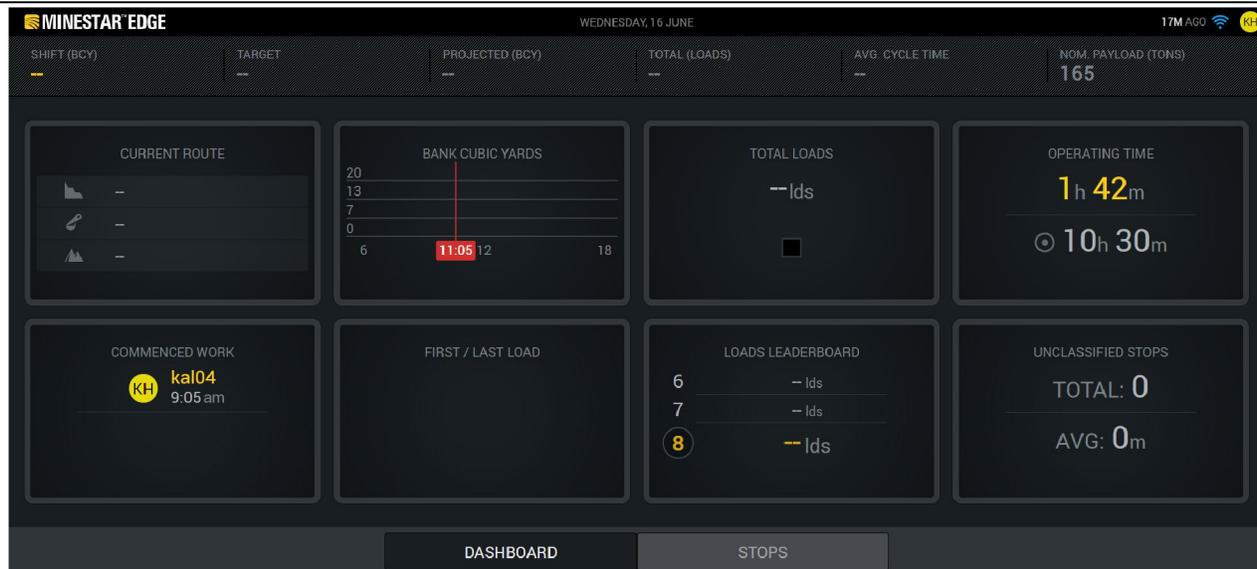

Abbildung 5
- Die Eingabetaste drücken, nachdem die Fahrer-ID eingegeben wurde, um die Seite "Home" (Start) anzuzeigen (siehe Abbildung 5).